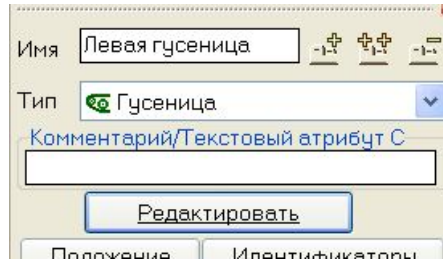

Рис. 20 Кнопка перехода в режим редактирование подсистемы
- 1) Перейдите к редактированию гусеницы, используя кнопку **Редактировать**, рис. 20.